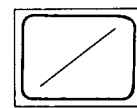

Fig. 6
Régler la vis (B) indiquée dans la Fig. 3 de sorte que les aiguilles des deux voltmètres électroniques oscillent au maximum, et qu'on obtienne sur l'oscilloscope une forme d'onde semblable à celle indiquée dans la Fig. 6.